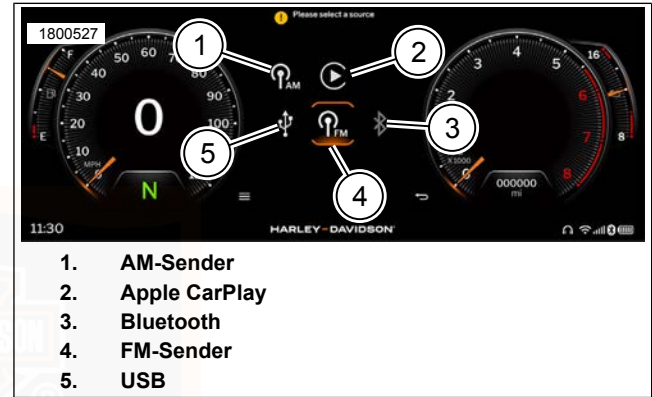

Abbildung 63. Quelle auswählen
Siehe Abbildung 63. Die gewünschte Medienquelle durch Drücken der OK/Eingabe-Taste (5) am LHCM oder Antippen des Symbols auf dem Bildschirm auswählen.